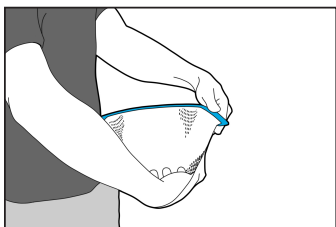

Abb. 1
2. Um einen U-oder S-Rahmen zu dehnen, halten Sie sich die Maske mit einer Hand gegen die Hüfte und dehnen Sie die Maske von Hand um etwa 15 cm (6 Zoll) (Abb. 1).